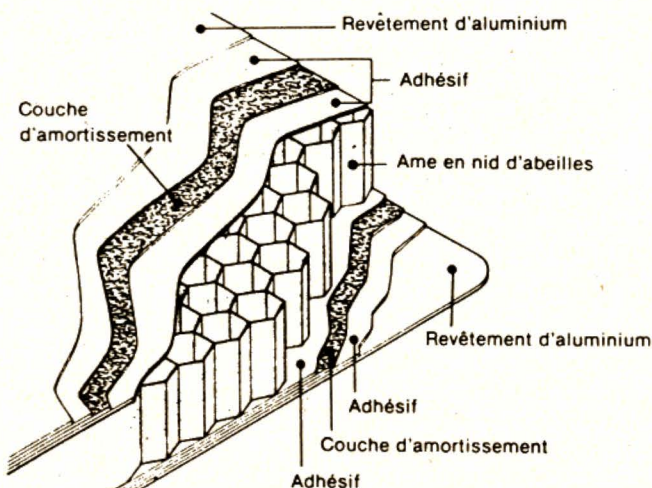

Fig. 35. — Structure de membrane plane à matériau composite (Sony 1980).
- soit à des structures composites en nid d'abeilles (Technics, Sony) qui permettent la réalisation de membranes plates de grandes dimensions (fig. 35) avec une rigidité à la flexion de 500 à 1 000 fois plus grande que les complexes papier-cellulose.